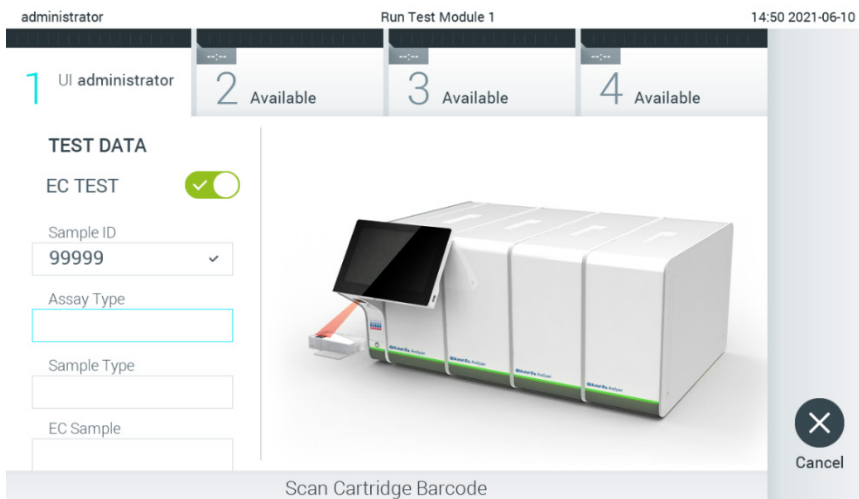

Figura 90. Digitalização do código de barras do cartucho de ensaio QIAstat-Dx.
- Quando solicitado, digitalize o código de barras do cartucho de ensaio QIAstat-Dx a utilizar. O QIAstat-Dx Analyzer 1.0 reconhece automaticamente o ensaio a executar com base no código de barras do cartucho de ensaio QIAstat-Dx (Figura 90)